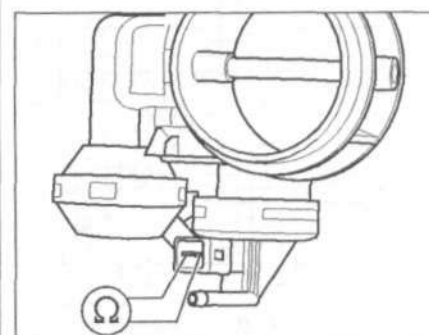

Рис. 7.66. Измерьте сопротивление между контактами клапана.
2. Измерьте сопротивление между контактами клапана (рис. 7.66). Спецификационное сопротивление: 25.0-45.0 Ом.